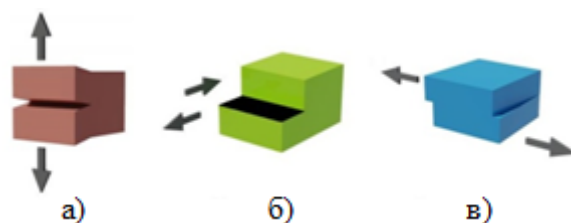

Рисунок 12.1 – Типы трещин. а) трещина отрыва, б) трещина поперечного сдвига, в) трещина продольного сдвига
4.2) GI, GII, GIII. Вычисление интенсивности выделения энергий для трех типов трещин (рисунок 12.1).
4.3) KI, KII, KIII. Вычисление коэффициентов интенсивности напряжений для трех типов трещин (рисунок 12.1) для случая ПДС.